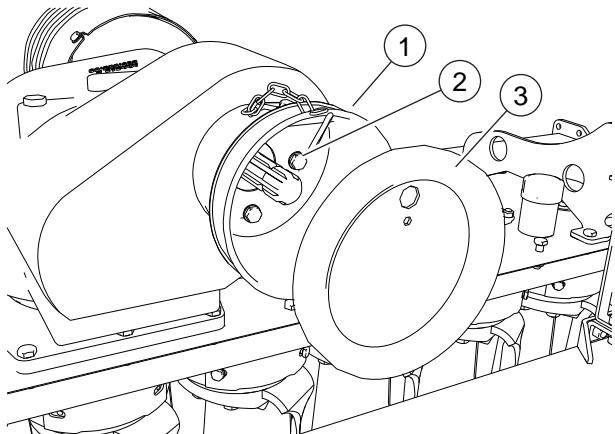

FIG. 13
- Die Schutzvorrichtung einstellen (1, "Fig. 13"). Die Schrauben festsetzen (2). Den Deckel (3) anbringen.